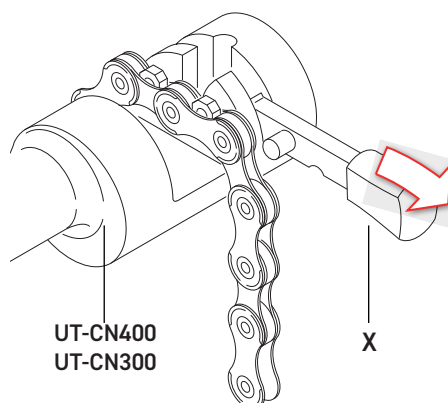

Fig.5
- Preparate l'utensile **UT-CN400 (12s) / UT-CN300 (11s / 12s)**, posizionando la linguetta in modalità di apertura (X - Fig. 5).
- Inserite la maglia da aprire nell'utensile **UT-CN400 (12s) / UT-CN300 (11s / 12s)** (Fig. 5) avendo cura di terminare con una maglia interna;